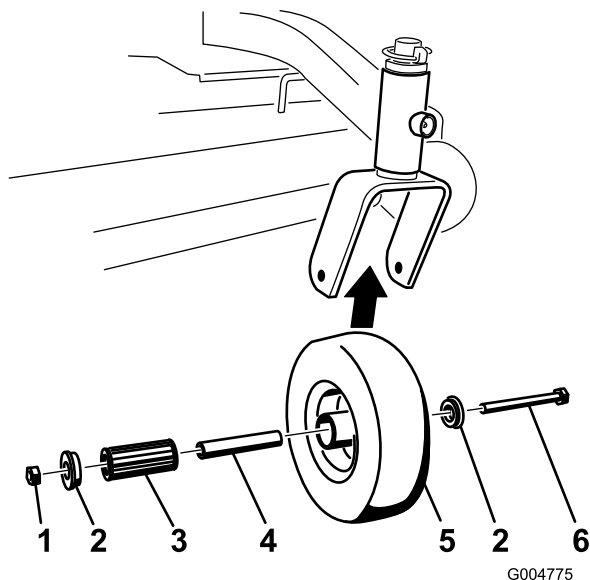

Figura 43
1. Retire la contratuerca y el perno que sujetan la rueda giratoria a la horquilla (Figura 43).
2. Retire un solo casquillo y tire del casquillo intermedio y del cojinete de rodillos para sacarlos del cubo de la rueda (Figura 43).
3. Retire el otro casquillo del cubo de la rueda y limpie la grasa y la suciedad del cubo de la rueda (Figura 43).
4. Inspeccione el cojinete de rodillos, los casquillos, el casquillo intermedio y el interior del cubo de la rueda para comprobar que no están desgastados. Cambie las piezas defectuosas o desgastadas (Figura 43).
5. Para montar el conjunto, coloque un casquillo en el cubo de la rueda. Engrase el cojinete de rodillos y el casquillo intermedio y deslícelos en el cubo de la rueda. Coloque el segundo casquillo en el cubo de la rueda (Figura 43).
6. Instale la rueda giratoria en la horquilla y fíjela con el perno y la contratuerca. Apriete la contratuerca hasta que el casquillo intermedio se apoye contra el interior de las horquillas de las ruedas giratorias (Figura 43).